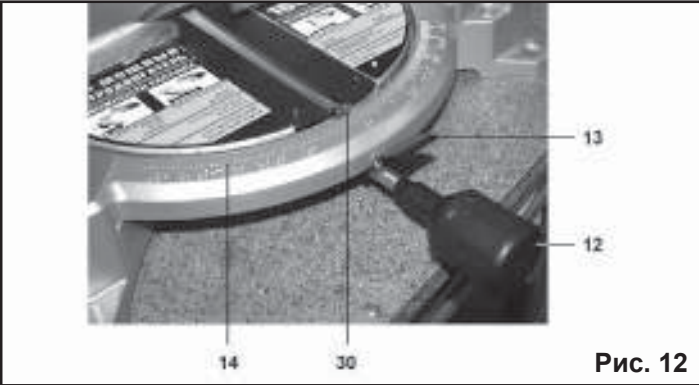

Рис. 12
11.1. Установка косого угла (Рис. 12)